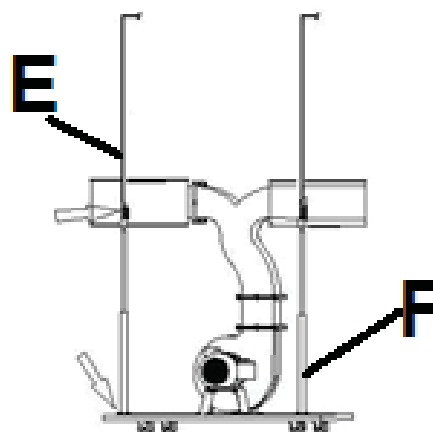

Рис. 8
- Встановіть два утримувача мішків (F) та два кронштейни (E), як показано на Рис. 8.